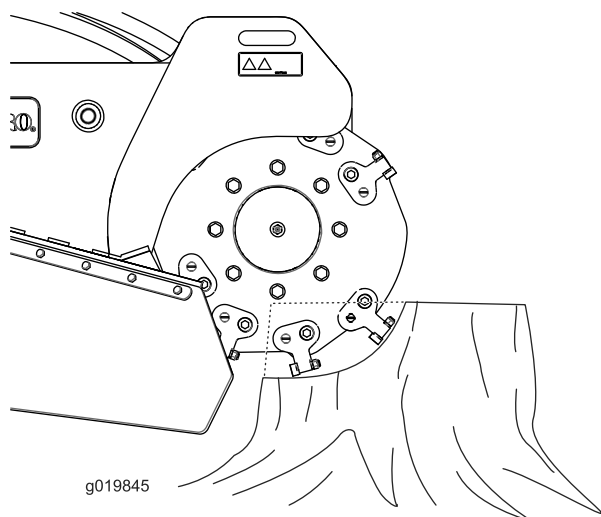

Figura 21
4. Utilizzate la leva di comando per spostare lentamente la tranciatrice attraverso la parte anteriore del ceppo, provocando una miriade di trucioli (Figura 21).
- Agite sui bordi del ceppo per ottimizzare il taglio. Quando l'area di taglio è prossima a $1/4$ del diametro della ruota (Figura 21), sollevate la tranciatrice, spostatela in avanti e riprendete a tagliare il bordo.